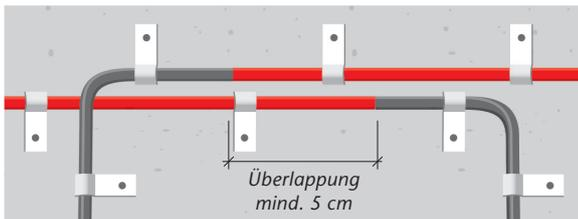
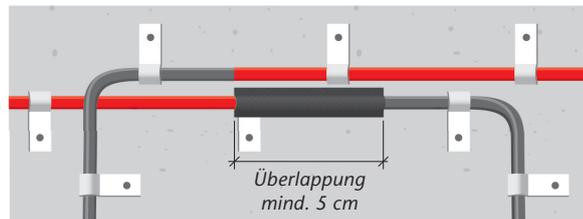

Abb. 3a
Abb. 3b
- an Stößen werden die Schlauchenden  $\approx 5$  cm überlappt (Abb. 3a), wobei beim **WEBAC® Injektionsschlauch Typ 2** (Abb. 3b) einer der beiden Schläuche in diesem Bereich abgeklebt wird, um ein vorzeitiges Eindringen des Injektionsharzes in den nächsten Injektionsabschnitt zu verhindern